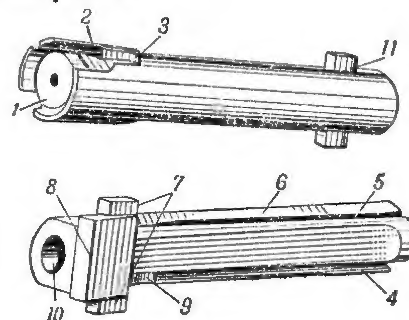

Рис. 23. Остов затвора:
24. Остов затвора с выбрасывателем и ударником (рис. 23) предназначен для запирания канала ствола при выстреле, для подачи очередного патрона из магазина в патронник и извлечения гильзы из патронника при помощи выбрасывателя.